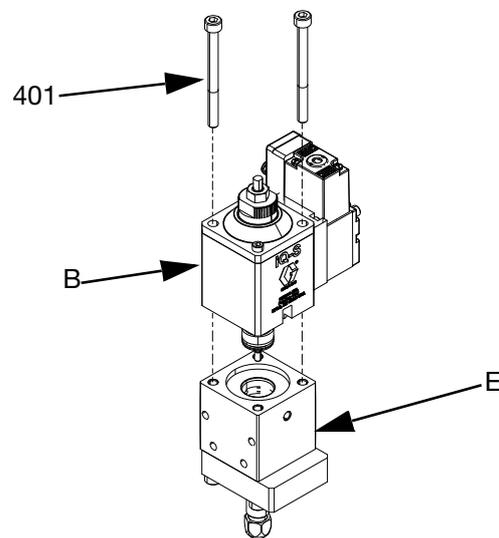

ABB. 11
4. Entfernen Sie den Rücksog-Adapter (308) und das Distanzstück (315).
5. Einen Inbusschlüssel durch das Loch der Kolbenstange (410) im Entwässerungsloch (K) stecken. Die Mutter (310) mit einem 5,5-mm-Steckschlüssel oder Mutterntreiber abschrauben und die Düse (309) entfernen.
6. Falls der Materialabschnitt (E) nicht montiert ist, diesen in einen Schraubstock klemmen.
7. Entfernen Sie M5-Schrauben (401) mithilfe eines 4-mm-Inbusschlüssels von der Oberseite des Luftzylinders. Ziehen Sie den Luftabschnitt (B) vorsichtig heraus, bis die Kolbenstange (410) vom Materialabschnitt (E) entfernt wurde. Siehe ABB. 11.